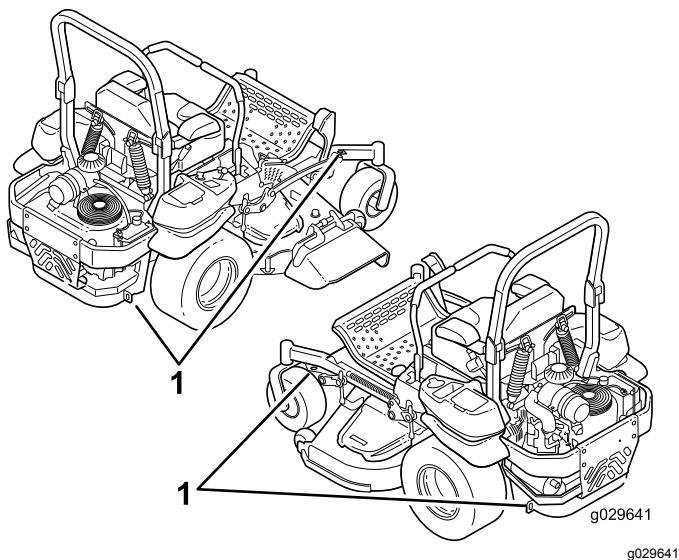

Figure 41
5. Servez-vous des points d'attache de la machine pour l'arrimer solidement sur la remorque ou le véhicule de transport au moyen de sangles, chaînes, câbles ou cordes (Figure 41).